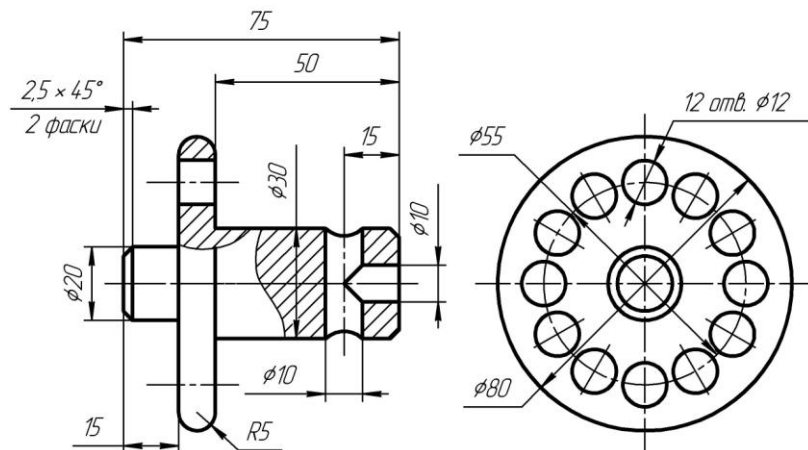

Рис. 4. Использование команд *Усечь кривую* и *Выровнять по границе*
11. Воспользуйтесь командами *Усечь кривую* и *Выровнять по границе* панели *Редактирование*. Приведите изображение чертежа вала в соответствие с чертежом, представленным на рис. 4, заштрихуйте теперь уже замкнутые области.